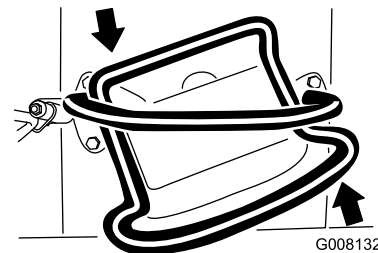

Figura 10
- Per girare a sinistra, ruotate il controllo della trazione in senso antiorario (Figura 10).